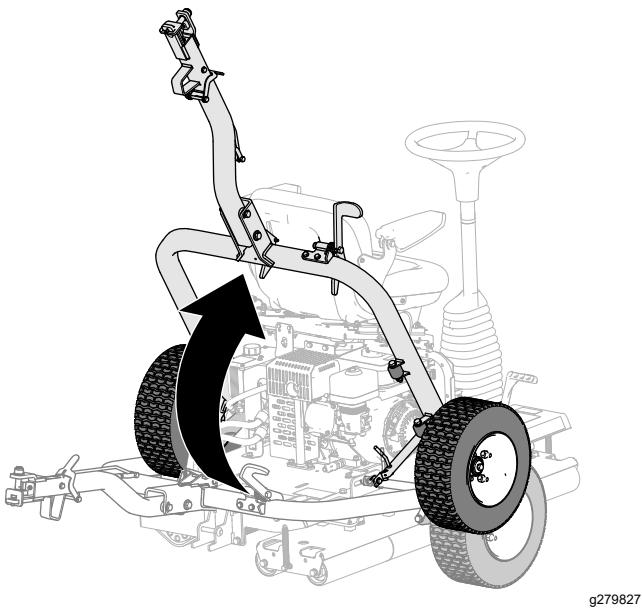

Figura 22
5. Sollevate l'attacco (Figura 22) in modo che la leva del dispositivo di fermo sia bloccata nel fermo di scorrimento (Figura 17).